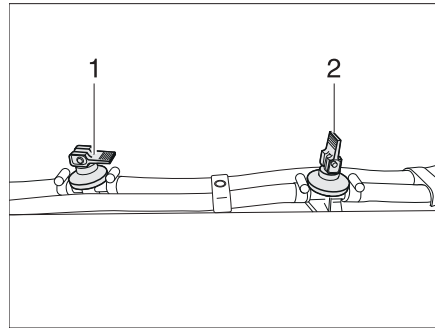

Fig. 292 Llave de desagüe
- Abrir todas las llaves de desagüe. Colocar para ello el balancín (Fig. 292,2) en posición vertical.